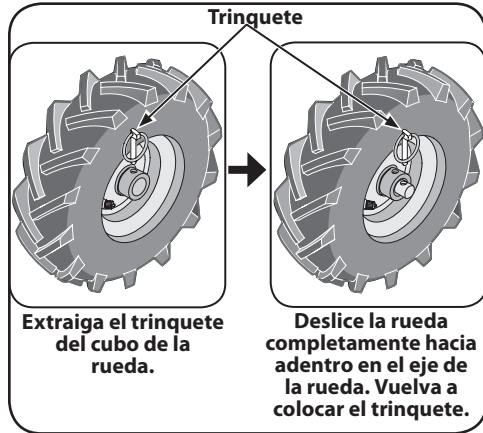

Figure 3-10
1. Coloque un bloque resistente bajo la transmisión para elevar una rueda aproximadamente 1" del suelo. Extraiga el trinquete del cubo de la rueda y del eje de la rueda. Vea la Figure 3-10.
2. Deslice la rueda completamente hacia adentro en el eje de la rueda. Reinstale el trinquete a través del eje de la rueda únicamente (no a través del cubo de la rueda). Vea la Figure 3-10. La rueda debe girar libremente (ruedas libres) sobre el eje de la rueda. Repítalo con la otra rueda.